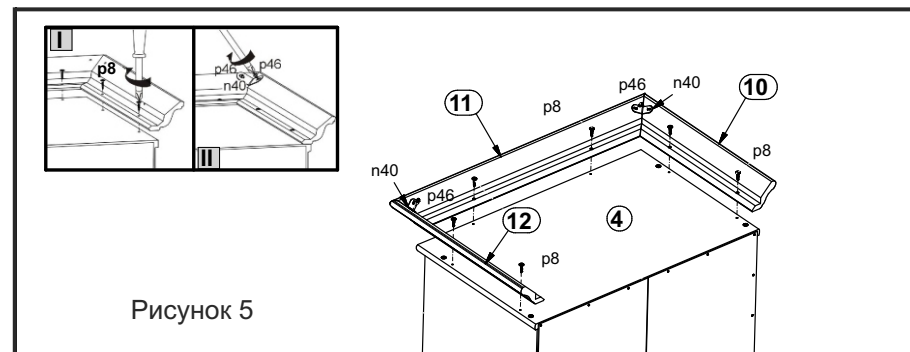

Рисунок 5
23. Соединить планки декоративные из МДФ **10, 11, 12** между собой с помощью уголков **n40** и шурупов **p46**, а затем закрепить на щите верхнем **5** шурупами **p8** (см. рис. 5).
12. Закрепить стенку заднюю клеенную 13 к корпусу шкафа гвоздями l1 с шагом 80-120 мм (см. рис. 5).